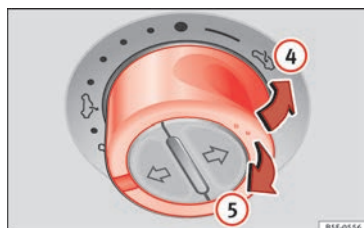

Fig. 12 En el revestimiento interior del techo: pulse el conmutador y tire de él para levantar y bajar el techo.
- Levantar: pulse el conmutador hacia la posición » fig. 12 ④. Para una posición intermedia, mantenga el conmutador accionado hasta alcanzar la posición deseada.
- Bajar: tire el conmutador hacia la posición » fig. 12 ⑤. Para una posición intermedia, mantenga el conmutador accionado hasta alcanzar la posición deseada.